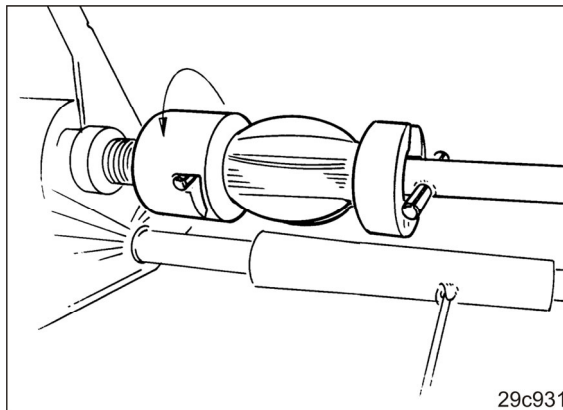

Fig. 209
3. Deconectați jumătatea stânga a axului de distribuție (Fig. 209)